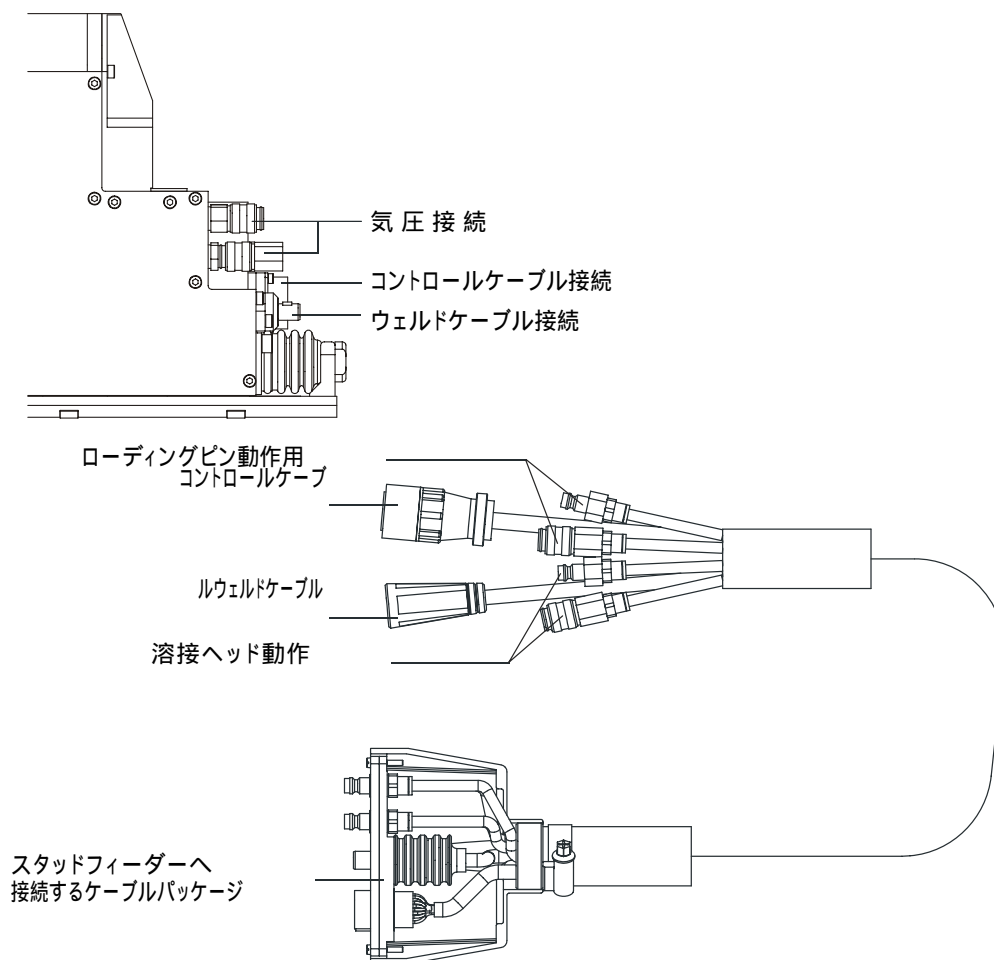

図1: ケーブルパッケージは迅速なカップリングシステム
- ・ 配線図1で示されるように、LM90はケーブルパッケージとパワーケーブルと空気供給をマルチカップリングシステムでスタッドフィーダーに接続されます。圧縮空気配管との接続は着色された印で、別に接続してください。く容易に溶接ヘッドに接続する事が可能になります。